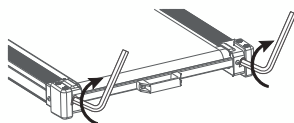

Figure 3
2. Drehen Sie mit dem Sechskant-Werkzeug beide Schrauben der Umlenkrollen im Uhrzeigersinn um 1/2 Umdrehung (siehe Abbildung 3).